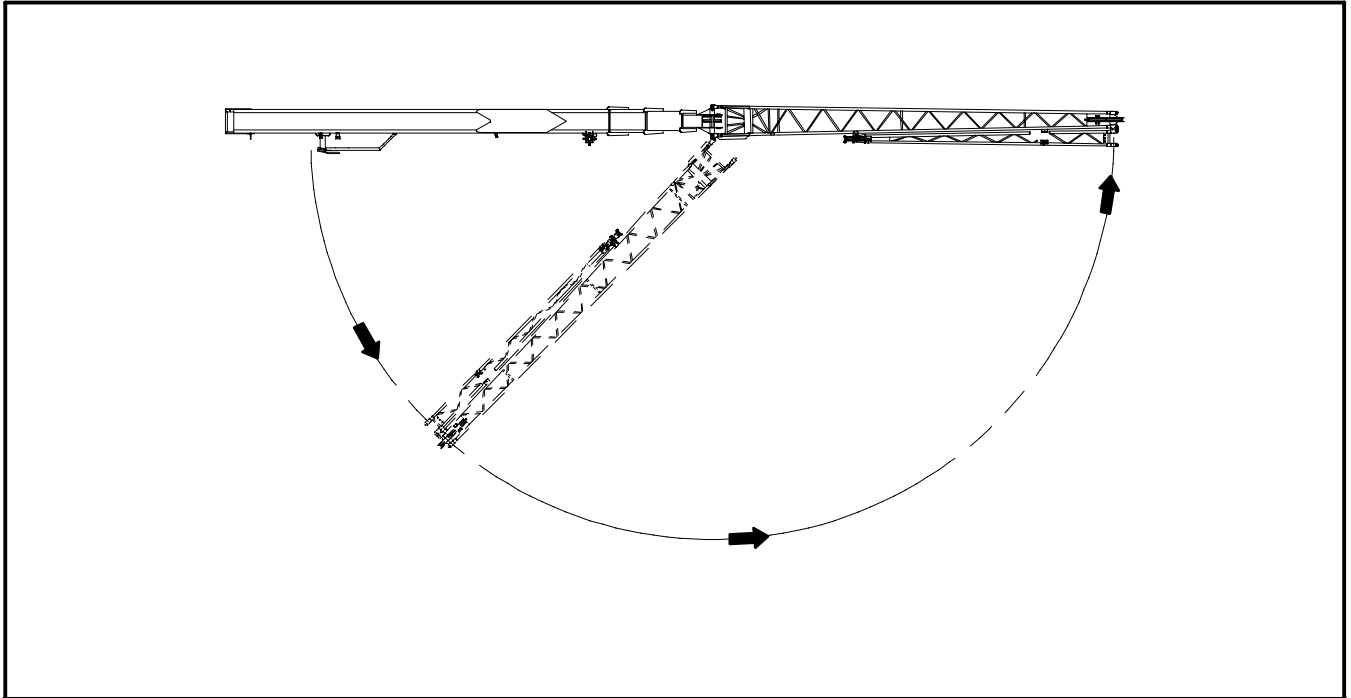

Figura 4–136
13. Tire hacia abajo el pasador de retención (2) para desengancharlo de la orejeta tipo bala (1) de la abrazadera de almacenamiento del plumín de 8,5 m. Consulte la Figura 4–135. Gire y suelte el pasador de retención para fijarlo en la posición de no accionado (3).